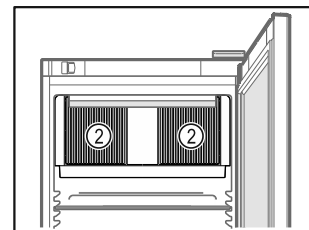

Fig. 57
- Ventilatiesleuf Fig. 57 (2) van de ventilator in de binnenruimte vrijhouden.